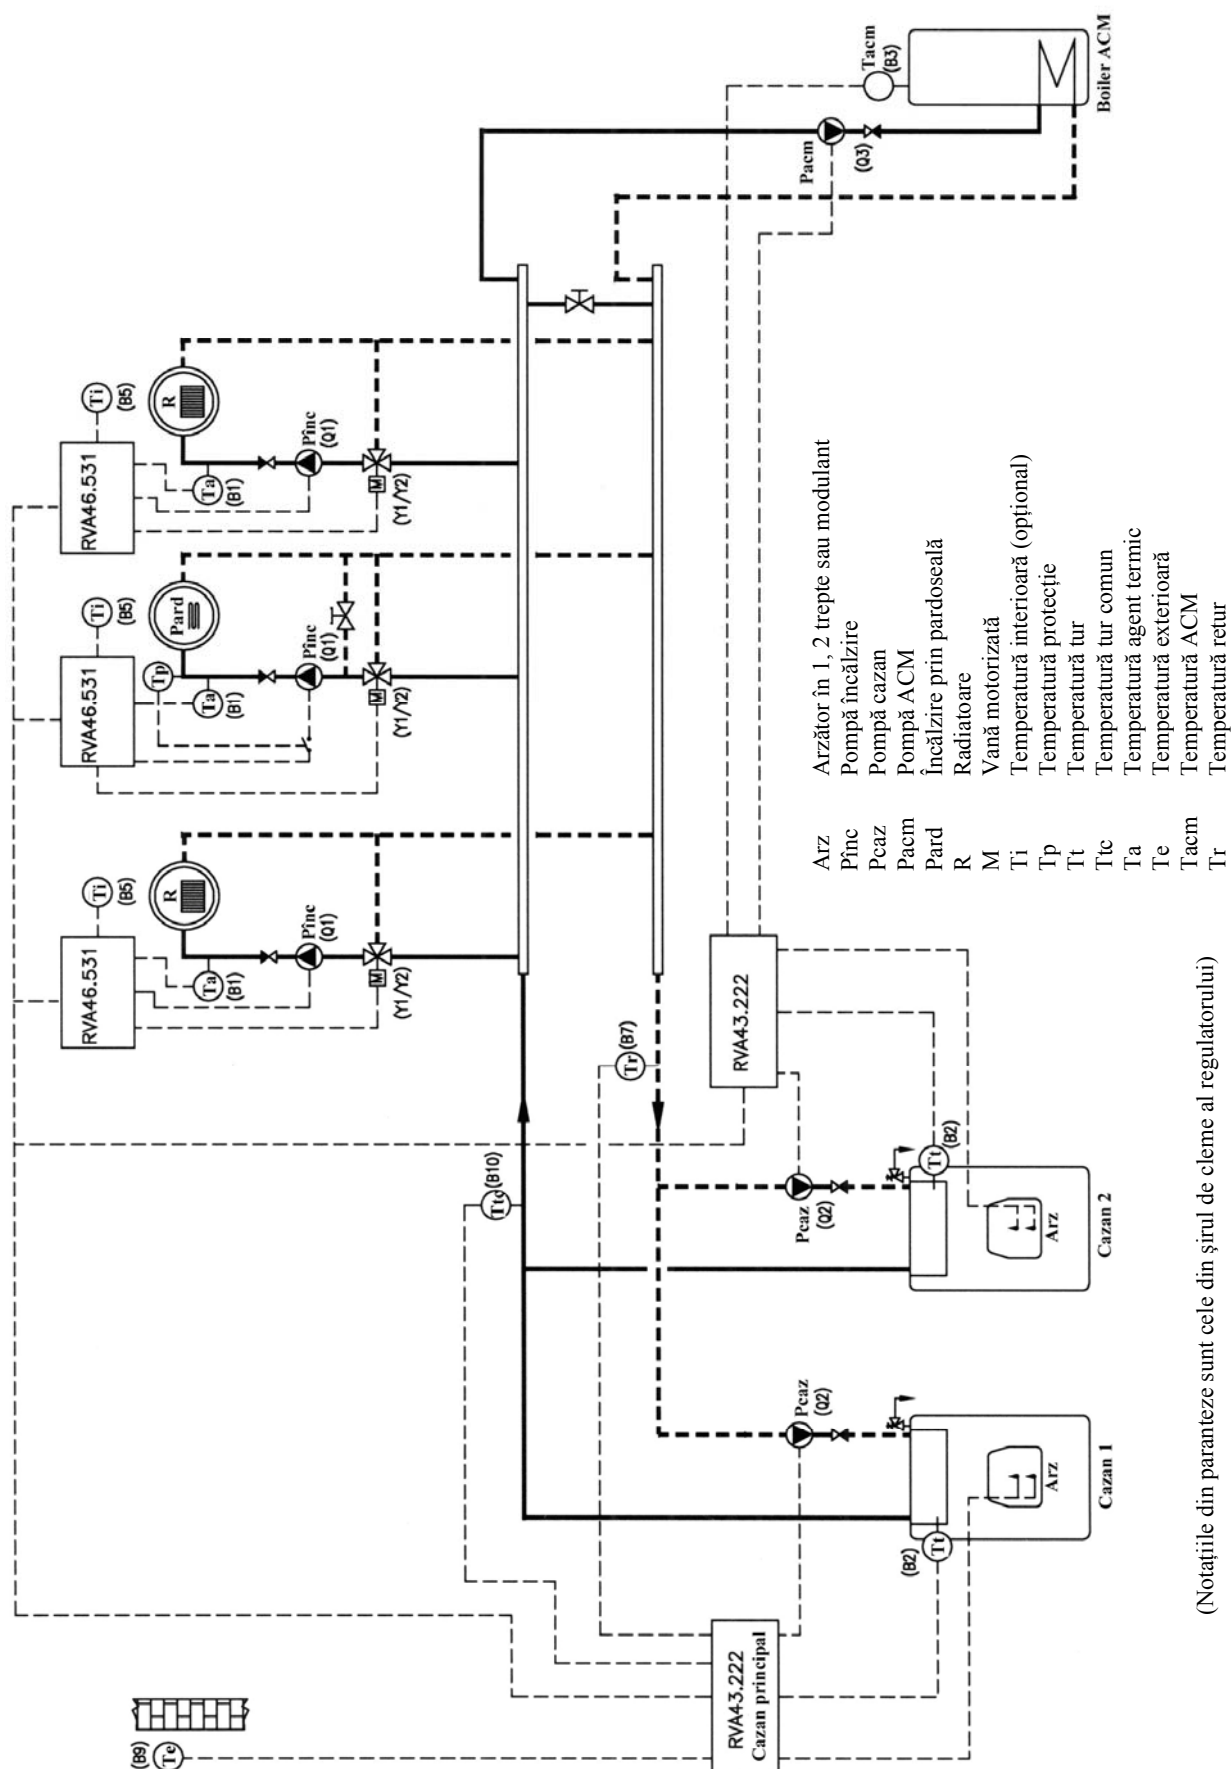

Fig. 3.9.
3.9. Două cazane, trei circuite încălzire și ACM, cu pompă circulație pe fiecare cazan (Fig. 3.9.) GAE-REG-4
Elemente necesare (Fig. 3.9.):